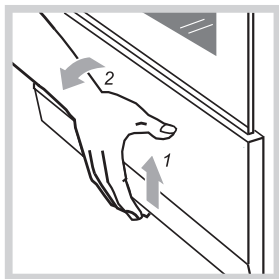

Рис.13
- Чтобы открыть дверцу, ее нужно приподнять вверх и наклонить на себя (рис. 13).